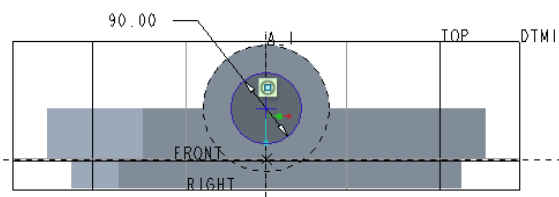
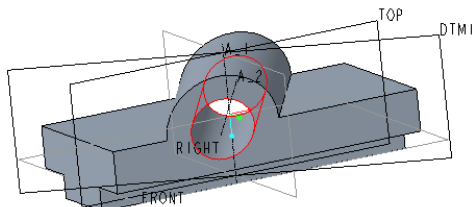

图 3-119 绘制拉伸切除的截面图形
图 3-120 拉伸切除材料后的模型效果
① 在功能区“模型”选项卡的“形状”面板中单击“拉伸”按钮，打开“拉伸”选项卡。默认时，“拉伸”选项卡中的“实体”按钮处于被选中的状态。
② 在“拉伸”选项卡中单击“去除材料”按钮.
③ 打开“放置”面板，接着单击“放置”面板中的“定义”按钮，弹出“草绘”对话框，然后在“草绘”对话框中单击“使用先前的”按钮，进入草绘模式。
④ 在“草绘”选项卡的“草绘”面板中单击“圆：同心”按钮，绘制图 3-119 所示的截面图形，单击“确定”按钮.
⑤ 在“拉伸”选项卡中打开“选项”面板，将“侧 1”和“侧 2”的深度选项均设置为“穿透”.
⑥ 在“拉伸”选项卡中单击“完成”按钮，切除材料后的效果如图 3-120 所示。